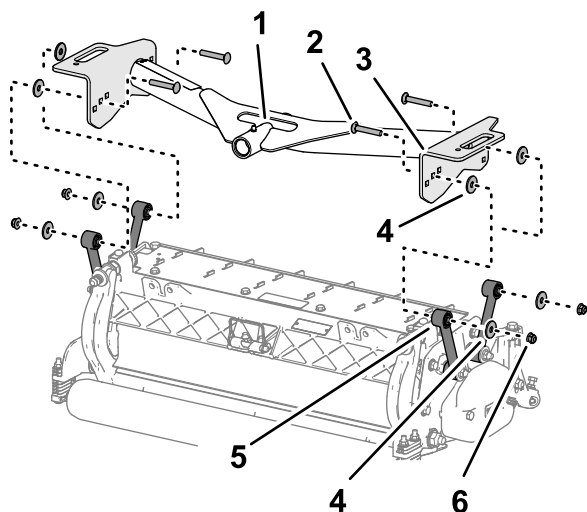

Рисунок 15
1. Совместите отверстия в пластинах передней несущей рамы с отверстиями в монтажных пластинах режущего блока (Рисунок 15).
2. Установите шайбу между несущей пластиной и тягой (Рисунок 15) и соедините пластины и проставку, не затягивая, с помощью каретного болта ($\frac{3}{8}$ x $2\frac{1}{4}$ дюйма), шайбы и фланцевой контргайки ($\frac{3}{8}$ дюйма).